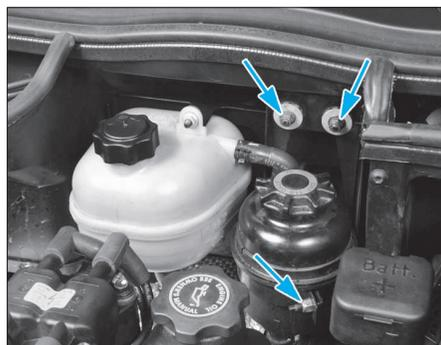

FIG. 12
- l'écrou de rotule de direction (10) puis la désaccoupler à l'aide d'un extracteur approprié.
- l'écrou de rotule de pivot (9) puis la désaccoupler à l'aide d'un extracteur approprié.
- les 3 vis de fixation du support réservoir de liquide de direction assistée (Fig.12).